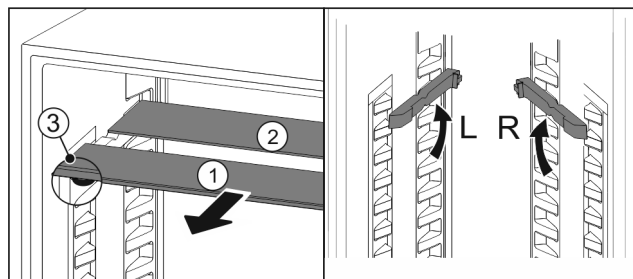

Fig. 121
- ▶ Steklene plošče posamično izvlecite Fig. 121 (1) naprej.
- ▷ Steklena plošča Fig. 121 (1) z okrasno letvijo je spredaj.
- ▷ Zaustavljalniki Fig. 121 (3) so obrnjeni navzdol.